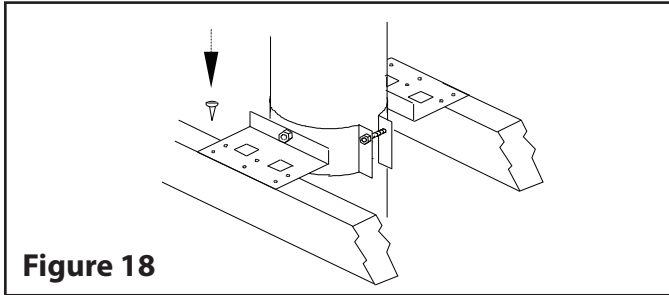

Figure 18
Étape 2. Placez le support sur la cheminée en acier inoxydable jusqu'à ce que les plaques reposent sur le toit ou sur le plancher. Resserez le collet autour de la cheminée, ensuite sécurisez-le en vissant les (4) vis métalliques de 1/2 po (fournies) dans les ouvertures situées sur chaque côté des boulons du collet et de la cheminée
Étape 3. Centrez la cheminée et clouez ou vissez le support au toit ou au plancher au moyen de 8 clous de 2-1/2 po ou de 8 vis à bois no 8 de 1-1/4 po (voir Figure 18).